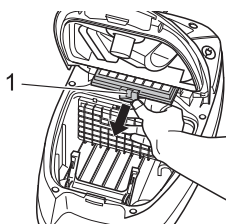

Abb. 21
2. Entnehmen Sie den Ausblasfilter (Abb. 21/1).